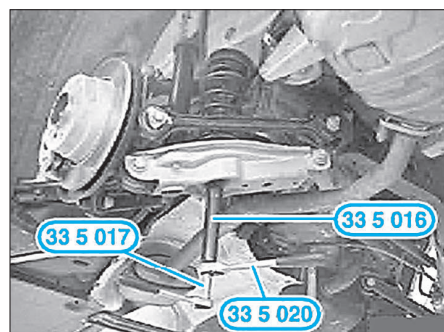

FIG. 35
- Contraindre le ressort hélicoïdal avec l'outil 33 5 016 et 33 5 020, en maintenant la broche de tendeur de ressort avec l'outil 33 5 017 (Fig.35).